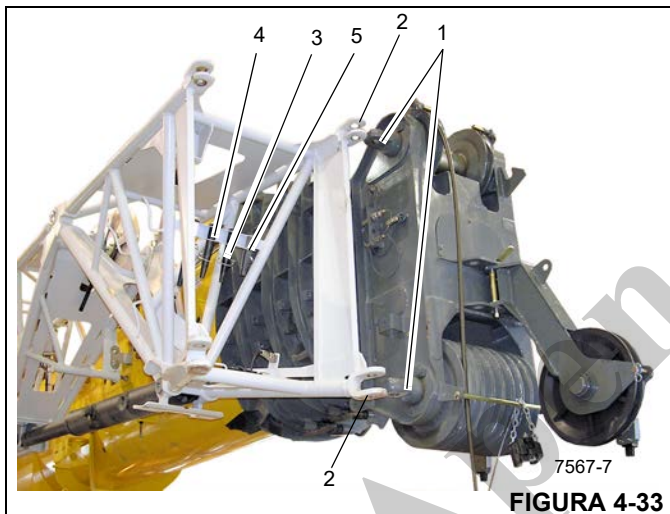
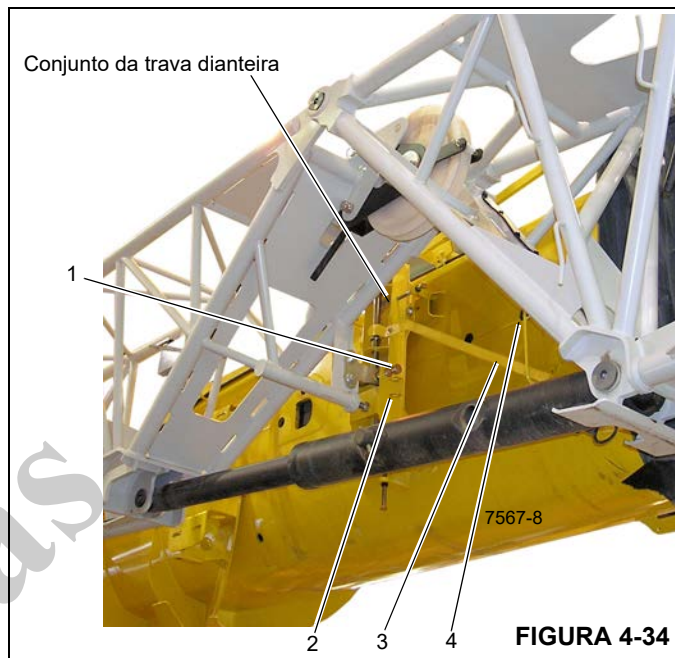

FIGURA 4-33
FIGURA 4-34
7. Usando o cabo de apoio, puxe a parte dianteira da extensão até que os olhais de montagem da extensão (2) (Figura 4-33) fiquem alinhados com os olhais do cabeçote da extensão (1).
8. Usando uma escada ou um dispositivo de elevação adequado, remova os grampos de retenção (3) e puxe os pinos (4) para fora dos suportes (5). Instale os pinos através dos olhais de conexão e prenda com os grampos de retenção.
10. Usando uma escada ou plataforma de trabalho aérea, use a haste de extensão do jib, localizada na cabine, para puxar o grampo de retenção para fora do pino de travamento horizontal (1) (Figura 4-34).
11. Use a haste de extensão do jib para retirar o pino de travamento horizontal do conjunto da trava dianteira e coloque nos olhais de armazenamento (2). Fixe com o grampo de retenção.
12. Usando a haste de extensão do jib, desengate o conjunto da trava dianteira empurrando a alavanca (3) (Figura 4-34) para cima e contra o apoio da alavanca (4).